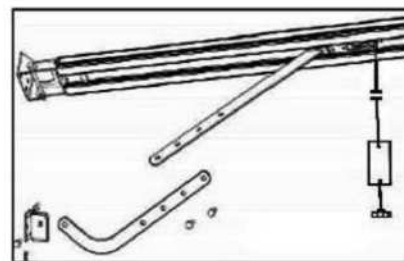

Fig.8
4. Sujete el Brazo "L" al Soporte del Portón con Tornillos y Tuercas. Fije un Extremo del Brazo Recto al Carro del Riel y el otro Extremo al Brazo "L" y Compruebe que el Brazo del Portón se Mueve Librementemente. (Fig.8).